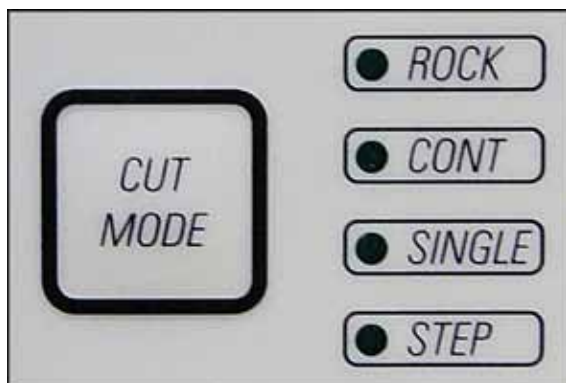

Fig. 18
- Scegliere con il tasto **CUT MODE** la modalità operativa desiderata **CONT**, **SINGLE** o **STEP** sul quadro di comando (fig. 18).